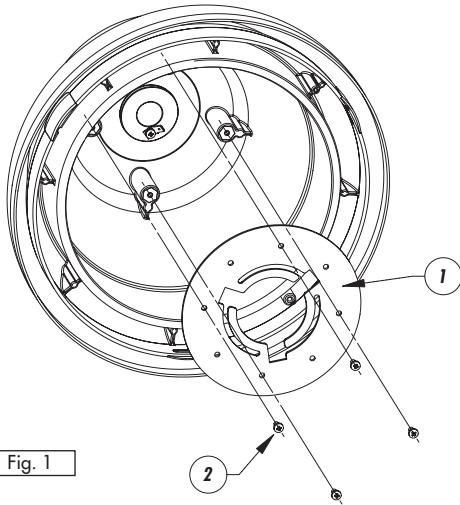
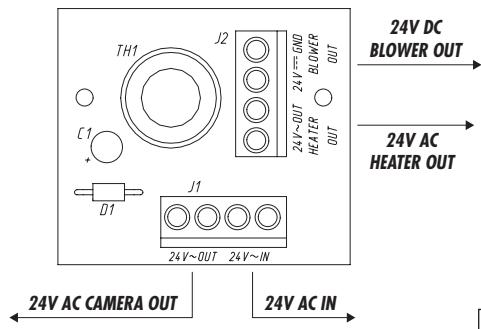

Fig. 1
Fig. 10
- Allineare la base della telecamera (22) con il supporto (23) in modo che l'angolo buio resti verso la parete, procedere come segue: se la regolazione richiesta è minima si deve agire sulle viti (17). Se la regolazione è maggiore, si possono infilare le viti (17) in un'altra asola (18), a seconda di dove si vuole ruotare. Se anche questa regolazione non fosse sufficiente vedi Fig. 1 e posizionare la piastra (1) sui fori liberi ruotando così piastra e telecamera di 45° nel senso di rotazione voluto.
- Una volta ottenuto la regolazione il tutto sarà assicurato dal fissaggio delle 2 viti di sicurezza (24) fornite in dotazione.
- Il circuito risulterà connesso tramite i morsetti indicati nello schema in Fig. 10.
- Aligner la base de la caméra (22) avec le support (23) afin que l'angle mort se trouve contre la paroi, procéder comme suit: si un réglage minimal est nécessaire, régler les vis (17). Si le réglage doit être plus important, enfiler les vis (17) dans une autre encoche (18), en fonction du point vers lequel pivoter la caméra. Si ce réglage est lui aussi insuffisant, voir Fig. 1 et positionner la plaque (1) sur les orifices libres, en faisant ainsi tourner la plaque et la caméra de 45° dans la direction voulue.
- Une fois le réglage effectué, l'ensemble sera maintenu par les 2 vis de sûreté (24) fournies.
- Le circuit est connecté entre les bornes indiquées sur le schéma comme dans la Fig. 10.
- Align the base of the camera (22) with the support (23) so that the blind angle faces the wall, proceed as follows: if only a tiny adjustment is required, adjust screws (17). If a greater adjustment is necessary, it is possible to slide the screws (17) into another cavity (18), depending on the point to which the camera is to be rotated. If not even this adjustment is enough see Fig. 1 and position the plate (1) on the free holes, thus turning plate and camera through 45° in the desired rotation direction.
- After making the adjustment, secure everything by fixing the 2 safety screws (24) supplied.
- The circuit will be connected via the terminals shown in the diagram in Fig. 10.
- Um an dieser Stelle die Basis der Kamera (22) mit der Halterung (23) so abzustimmen, daß der tote Winkel weiterhin an der Wand liegt, geht man folgendermaßen vor: wenn nur wenig zu verändern ist, verstellen Sie die Schrauben (17). Wenn die Veränderung größer ist, können die Schrauben (17) in einem anderen Loch (18) gesteckt werden; in welche Nut, hängt davon ab, wohin gedreht werden soll. Reicht auch diese Einstellung nicht aus, gehen Sie zu Fig. 1 und positionieren die Platte (1) auf den freien Löchern. So werden Platte und Kamera um 45° in der gewünschten Richtung gedreht.
- Wenn die Einstellung erreicht ist, wird die Position durch Befestigung der beiden beiliegenden Sicherheitsschrauben (24) fixiert.
- Der Stromkreis wird mit den Klemmen angeschlossen, die im Schema Fig. 10 sind.